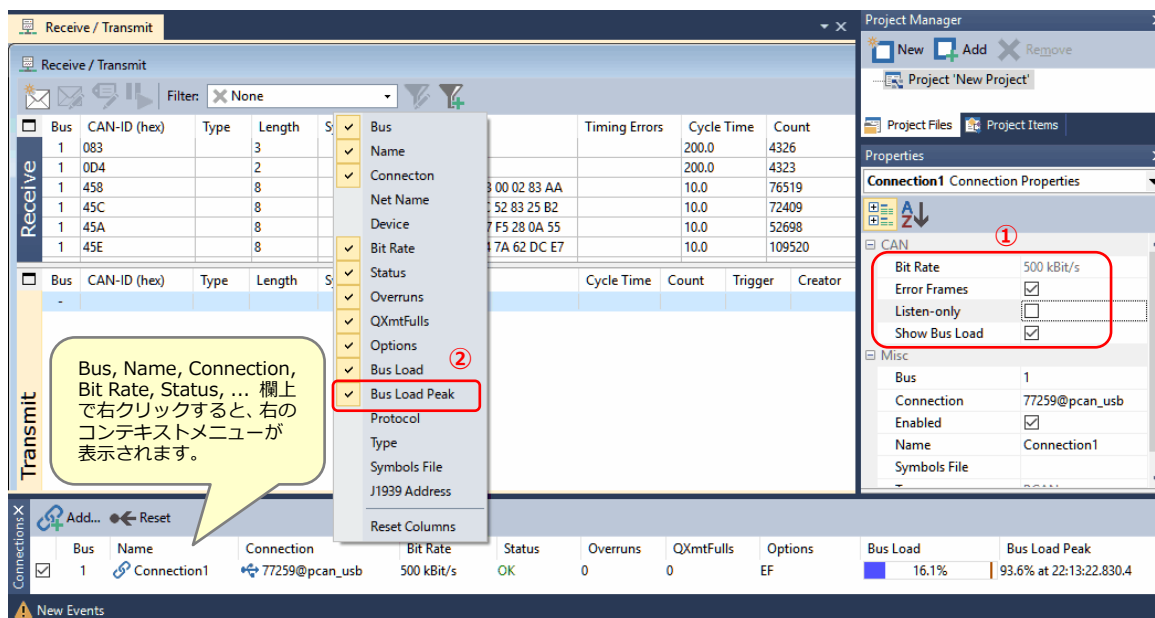

図 5.1-1
Properties ウィンドウの Error Frames と Show Bus Load にチェックします（図 5.1-1 ① 参照）。
Connections ウィンドウの項目（Bus, Name, Connection, Bit Rate, Status ... のどれか）を右クリックし、表示されたコンテキストメニューから、Bus Load Peak にチェックします（図 5.1-1 ② 参照）。
Connections ウィンドウのプロパティ（図 5.1-1 ① : Properties ウィンドウ）の Listen-only にチェックすると、リスンオンリ・モード（ACK を返さないモード）に設定できます。リスンオンリ・モードでは、受信フレームの参照はできますが、送信はできません。なお、送受信が正常に行われるには、CAN バス上に 2 個以上の（リスンオンリではない）通常の物理的な CAN ノードが必要です。この例では送信を行うためにリスンオンリ・モードには設定しません。